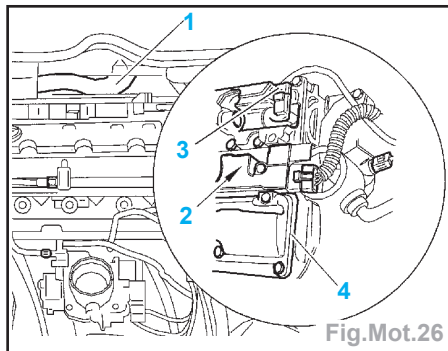

Fig.Mot.26
- Désaccoupler le tuyau de réaspiration des vapeurs d'huile (1) (Fig.Mot.26).